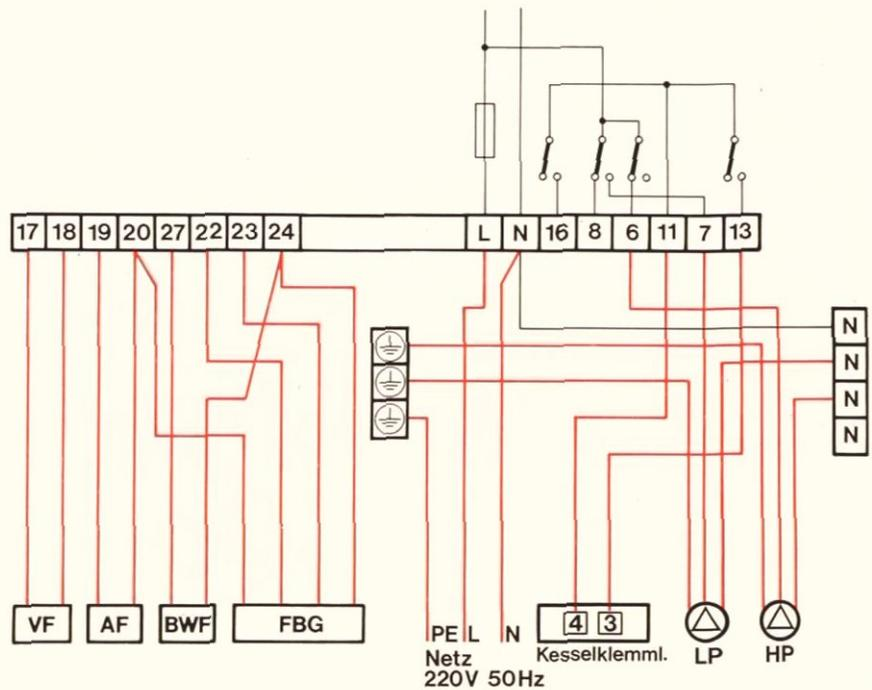

Abb. 8
Kompaktregler (2) auf die montierte Sockelplatte\* (3) aufstecken und mit Schraube (1) festschrauben. Vor dem Aufstecken des Kompaktreglers muß die Anschlußverdrahtung der Sockelplatte durchgeführt werden. Dazu Verdrahtungspläne Abb. 8 und 9 Seite 9 und 10 beachten!